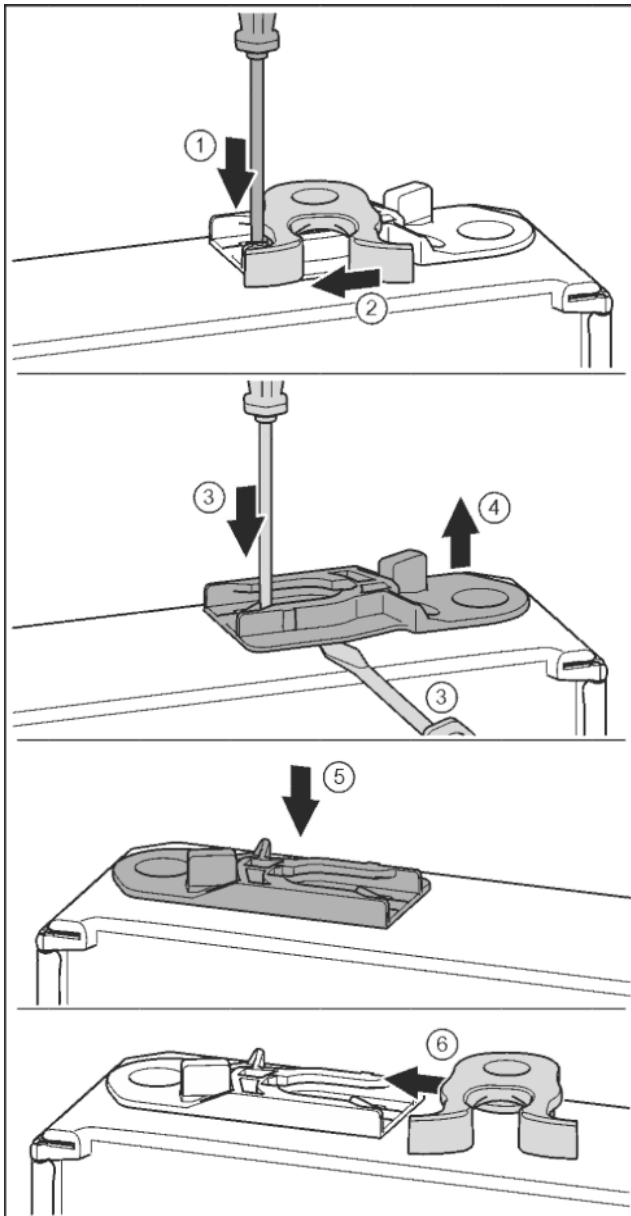

Fig. 18
- ▶ Plochým šroubovákem přitlačte lamelu dolů. Fig. 18 (1)
- ▶ Vytáhněte petlici z vedení. Fig. 18 (2)
- ▶ Vytáhněte vodící pouzdro: Stiskněte jazýček šroubovákem a současně plochým šroubovákem zajeďte pod vodící pouzdro. Fig. 18 (3, 4)
- ▶ Vodící pouzdro přiložené v příslušenství zasuňte na druhé straně pláště. Fig. 18 (5)
- ▶ Petlici zasuňte do vedení. Fig. 18 (6)